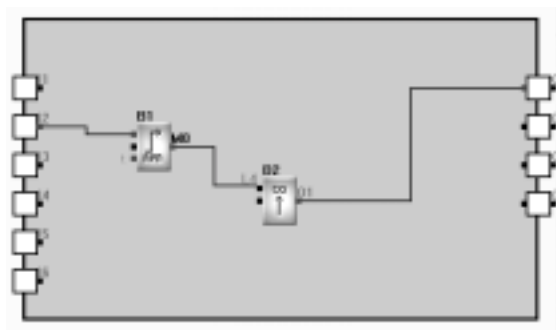

图 4.12 建立模块连线
a. 若您在第一步中选择了自动连线，当移动鼠标到达模块的输入输出端口时，鼠标的形状变为“十”，表示可以按鼠标左键确定连线的一个端点，此时单击一下鼠标左键然后移动鼠标到下一个模块的输出端口（或者输入端口），系统便可自动建立连线，如图 4.12 所示：